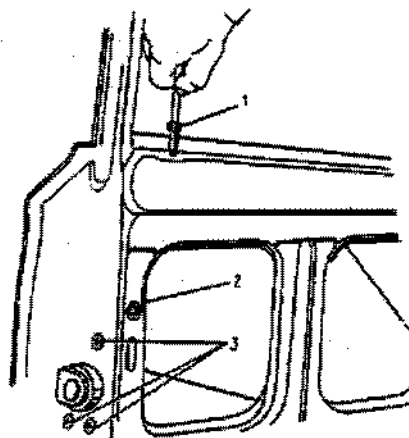

Fig. 8-16. Fixação da fechadura da porta dianteira: 1 - botão da trava interna; 2 - haste da trava; 3 - parafusos de fixação do conjunto da fechadura.
9. Remover os parafusos 3 de fixação do conjunto da fechadura (fig. 8-16) e remover esta última juntamente com as hastes, após a desconexão prévia da haste 20 (fig. 8-15) da saliência de arraste do interruptor da fechadura. Remover as porcas de fixação e remover a maçaneta externa da porta.